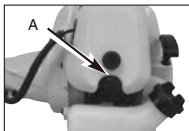

Рисунок 9D
4. Нажмите кнопку подсоса (А) 10 раз. (рис. 9D)